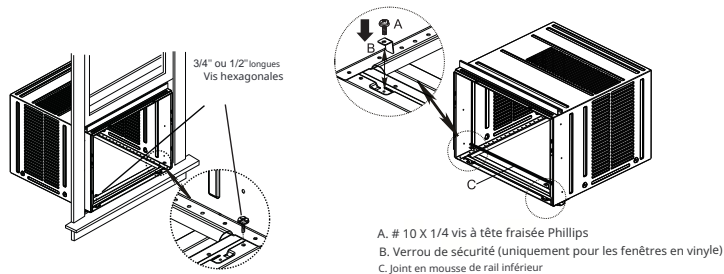

Fig. 13
4. Pour une fenêtre en bois : Fixez l'armoire au rebord intérieur de la fenêtre avec deux vis dans les trous (Fig.13) (Vous pouvez pré-percer des trous pilotes). Pour une fenêtre en vinyle : Placez deux verrous de sécurité dans les trous situés au bas de l'armoire et enfoncez deux vis de verrouillage Phillips à tête plate n°1 0X1/4" à travers les verrous de sécurité dans l'armoire comme indiqué (Fig.13B).